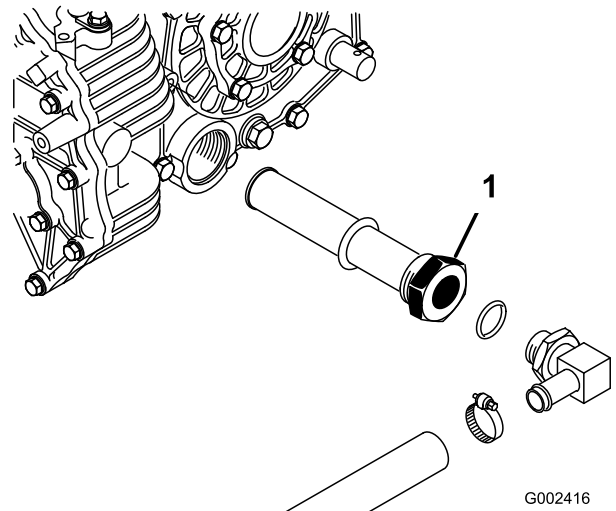

Figure 69
3. Notez l'orientation du flexible hydraulique et du raccord à 90° raccordé à la crépine sur le côté du réservoir (Figure 69). Déposez le flexible hydraulique et le raccord à 90°.